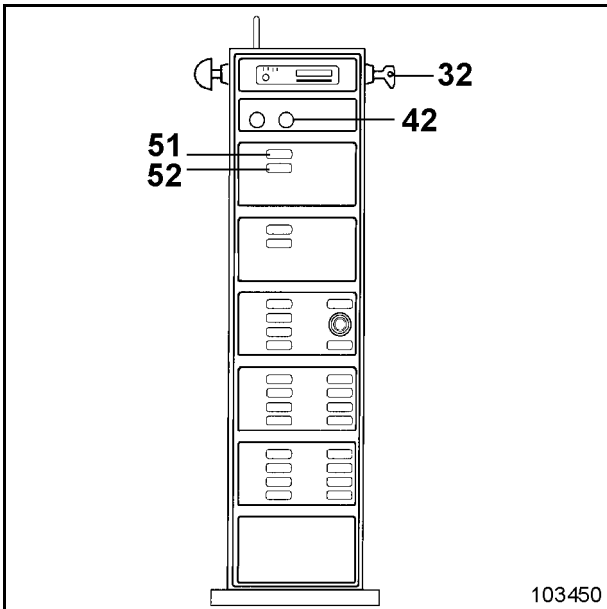
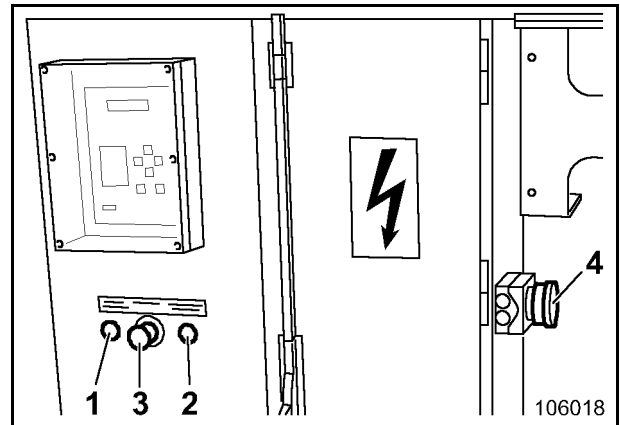

Fig. 2-43
Fig. 2-45:
- Schlüssel in Schlüsselschalter (32, Fig. 2-43) einstecken und nach rechts drehen. Die Steuerspannung ist eingeschaltet.
- Taster - Start (51, Fig. 2-43) kurz betätigen.
**Während der Anlaufzeit des Elektro-Motors von max. 6 Sekunden, die Taster (51 und 52, Fig. 2-43) nicht betätigen.**
Sobald das Drehfeld des Motor in Ordnung ist, leuchten die Kontrollleuchten (42, Fig. 2-43) und (2, Fig. 2-45:) auf.